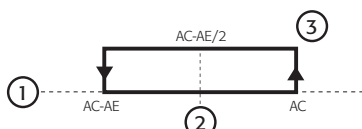

Рис. 4.1
- сигнализация о превышении допустимой разницы значений параметров Ac и AE (по следующей формуле:  $Ac-AE/2$ , см. Рис. 4.1);
- сигнализация о превышении температуры, заданной параметром Ac (см. Рис. 4.1);
**Важно:** Предупреждение "cht" (см. параграф "5.1 Таблица предупреждений" на стр. 31) можно сбросить только вручную или включив/выключив термостат. Чтобы выключить термостат удерживайте нажатой кнопку ВВЕРХ (UP) в течении 3 секунд (если после включения термостата температура на дисплее все равно больше значения, заданного параметром "Ac", предупреждение появится снова).